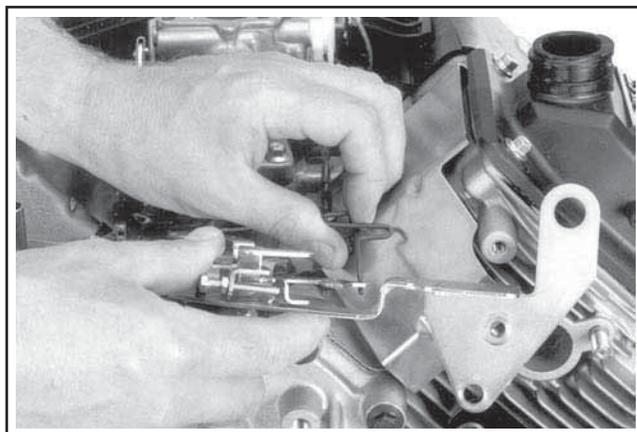

Figure 11-83. Connexion des leviers de la vanne d'air.
1. Connecter les leviers de la vanne d'air au carburateur et au levier d'activation de la vanne d'air. Voir la Figure 11-83.